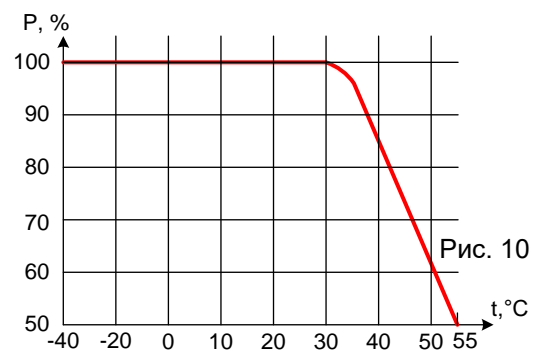

Рис. 10
1) При окружающей температуре выше + 35°С требуется запас по току, см. рис. 10
**ВНИМАНИЕ!** При повышении температуры окружающей среды выше 35 градусов снижается нагрузочная способность регулятора (см. рис. 10).